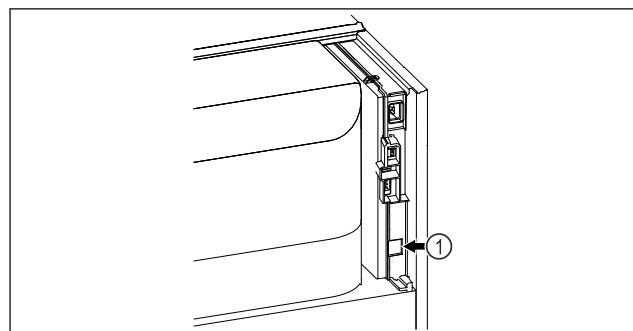

Fig. 134
- SmartModule Fig. 134 (1) ist eingesetzt.